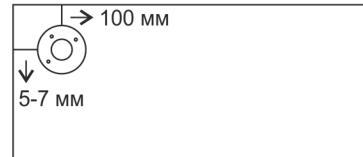

Рис.4
1. С помощью гвоздей (11ф) закрепить подпятники (10ф) к деталям (2) и (3) на расстоянии 3 см от каждого края деталей.
2. При помощи саморезов (12ф) установите штангодержатели (14ф) в намеченные наколки (11), (12) и (1). Обратить внимание в детали (11) штангодержатели крепятся с двух сторон. Схема крепления штангодержателей Рис.3 и Рис.4.